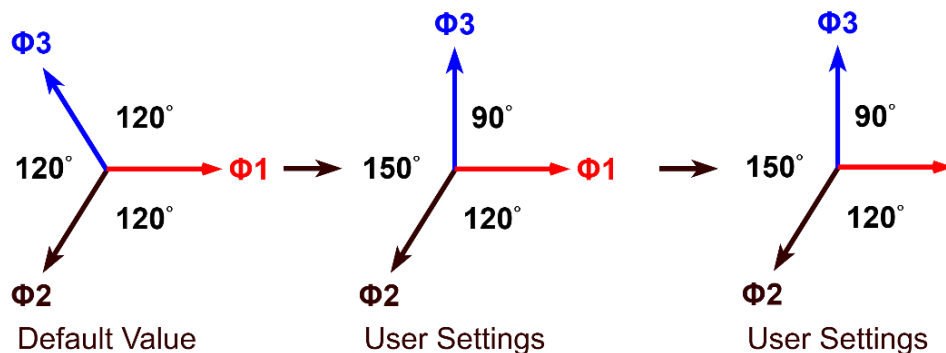

图 4-33 输出配置(Phase)页面- Independent Relock 禁用时
1. **Independent Relock = Disable**：若三相的输出频率不一致，当用户在输出中将三相频率设置为相同时，输出相位差不会自动恢复到预设的 120° ，如图 4-33 所示。